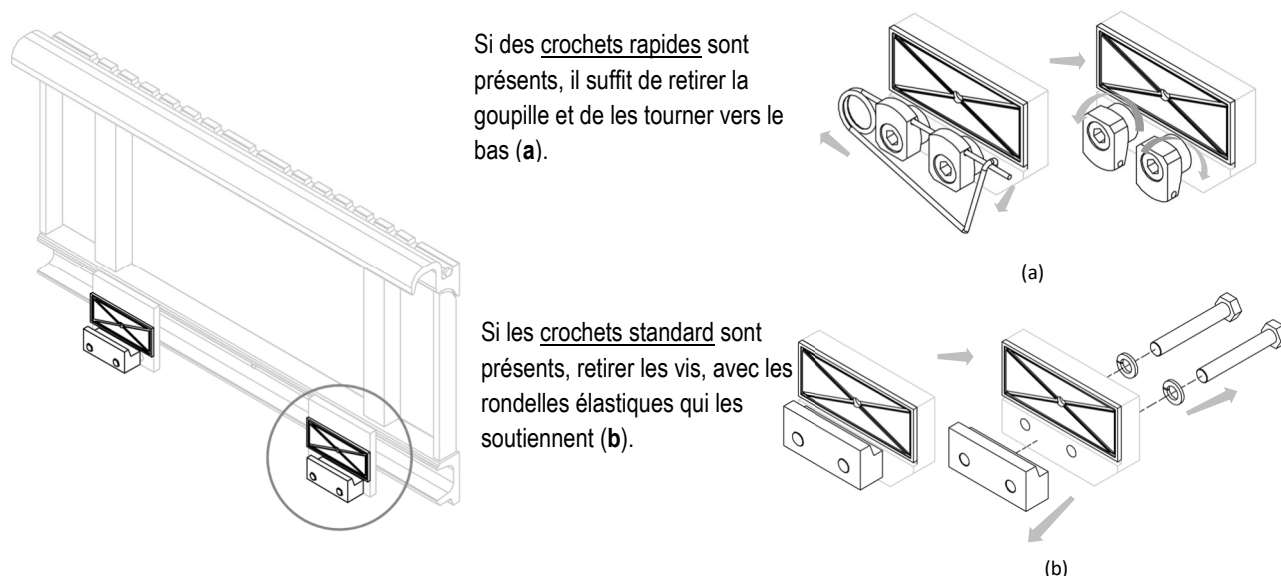

Figure 8
3. Retirer les crochets inférieurs de l'équipement et graisser les patins / rouleaux de guidage (voir Figure 8).